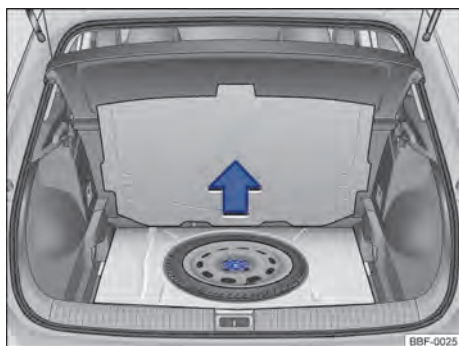

Fig. 144 No compartimento de bagagem, sob o revestimento de assoalho: roda de emergência e ferramentas de bordo.
As ferramentas de bordo e a roda de emergência estão localizadas no compartimento de bagagem, sob o revestimento do assoalho → Fig. 144.
- Levantar o revestimento do compartimento de bagagem → Fig. 144.